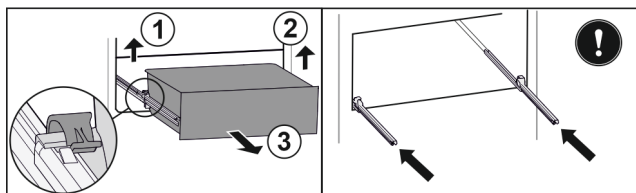

Fig. 70
- ▶ Løft venstre klemme og trekk samtidig skuffen fremover til venstre. Fig. 70 (1)
- ▶ Løft høyre klemme og trekk samtidig skuffen fremover til høyre. Fig. 70 (2)
- ▶ Ta ut skuffen framover. Fig. 70 (3)